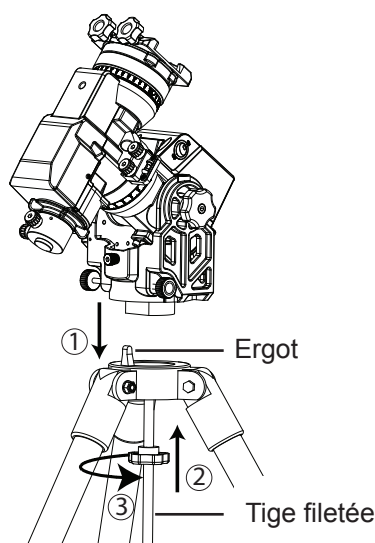
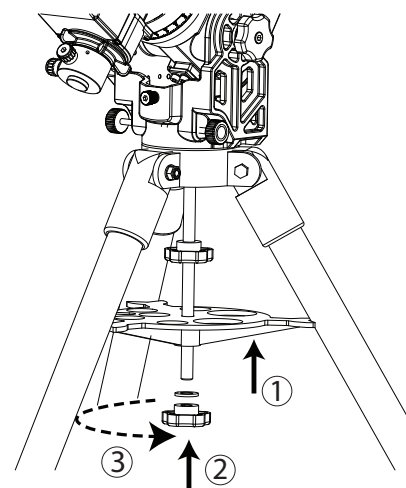
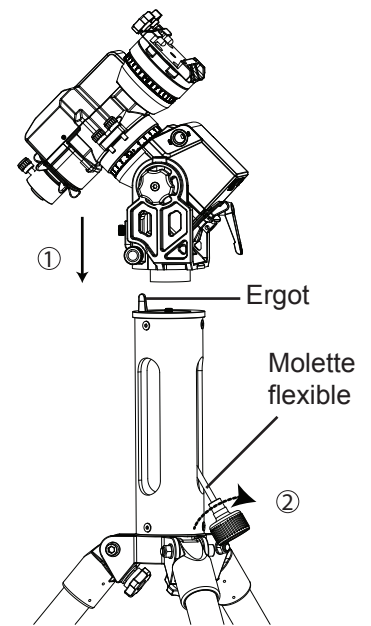

Fig. 1.2b
Fig. 1.2c
Fig. 1.2d
2. Posez la monture sur la tête du trépied en veillant à placer l'ergot entre les vis de réglage fin en azimut (Fig. 1.2b, Fig. 1.2d).
4. **SI VOUS UTILISEZ LE TREPIED STANDARD.** Maintenez la monture d'une main et, de l'autre, insérez la tige filetée dans le trou fileté situé sous la monture puis serrez la molette noire supérieure dans le sens inverse des aiguilles d'une montre (Fig. 1.2b). Glissez ensuite l'entretoise le long de la tige filetée et amenez les branches de l'entretoise en appui sur chacun des pieds. Insérez la rondelle puis vissez l'écrou étoile moleté (Fig. 1.2c).
5. **SI VOUS UTILISEZ LE TREPIED.** Maintenez la monture d'une main et, de l'autre, serrez la molette flexible de la colonne (Fig. 1.2d).